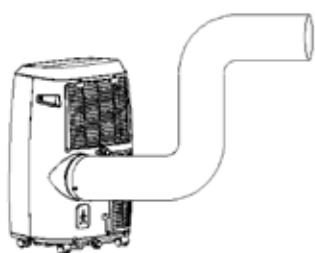

Fig. 6
- 3) Come mostrato in Fig. 6, collegare bene il tubo di drenaggio (solo nei modelli con riscaldamento);